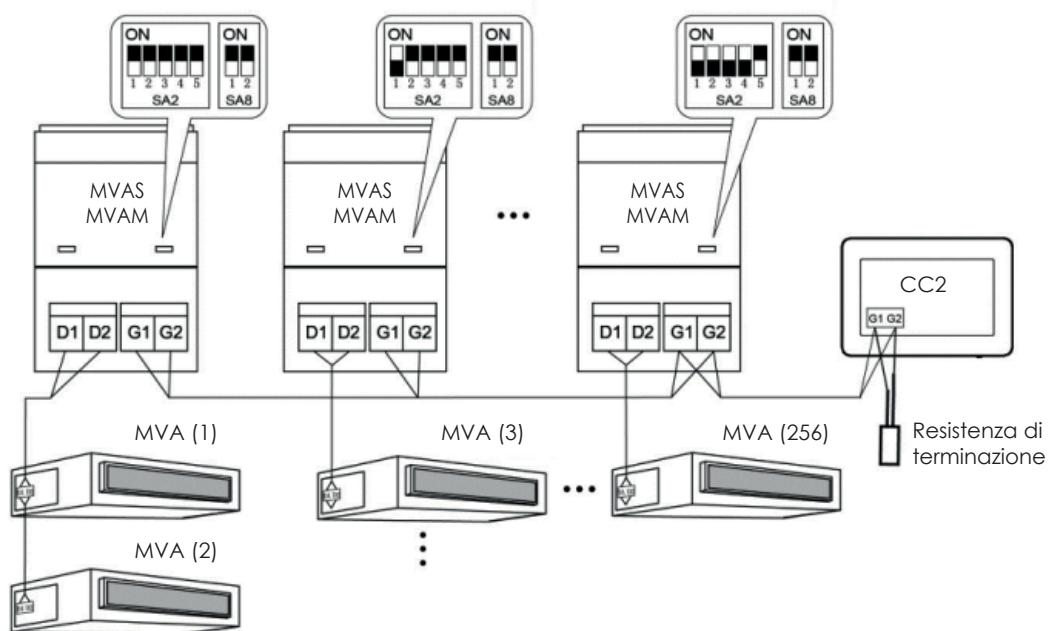

Fig.3.5 Controller centralizzato collegato alla rete esterna
- Se il controller centralizzato deve essere collegato alla rete delle unità esterne, effettuare i collegamenti in base alla fig. 3.5. Il controller centralizzato può essere collegato solo con il sistema terminale della rete esterna. Aggiungere una resistenza corrispondente con i cavi di comunicazione sulle porte G1 e G2.